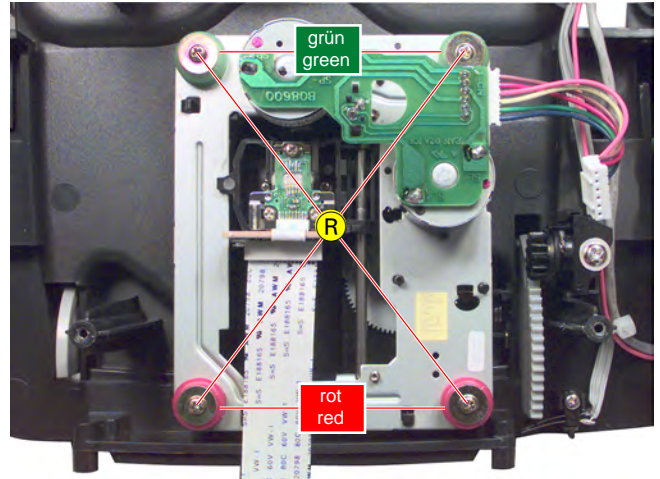

Fig. 11
- 4 Schrauben \textcircled{R} (Fig. 11) herausdrehen.
- Undo 4 screws \textcircled{R} (Fig. 11).